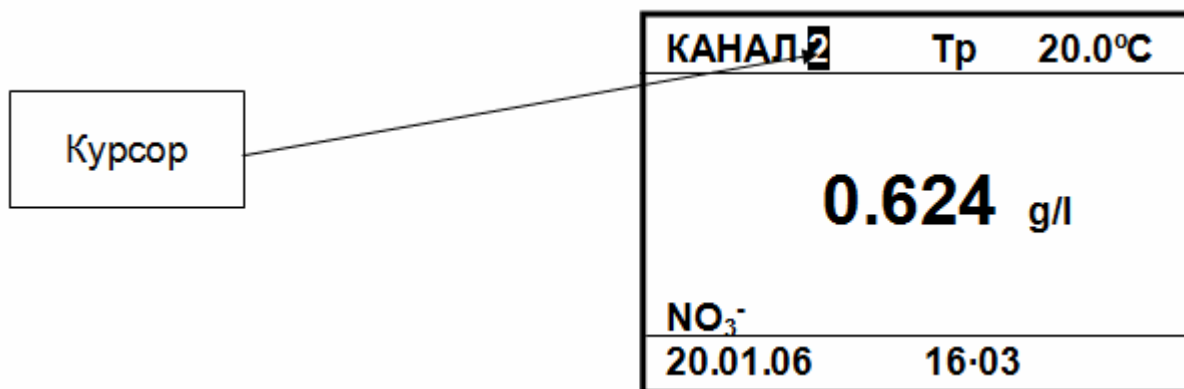

Рисунок 4 – Индикация редактируемых символов
- изменении (редактировании) символов или числовых значений, обозначенных мигающим курсором (рисунок 4);